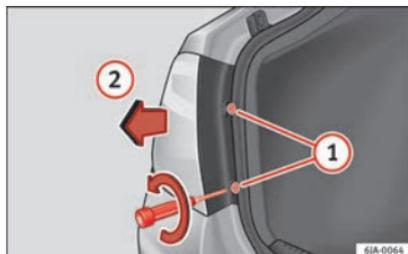

Fig. 97 Démontage du feu arrière sur l'aile.
- Avec le tournevis fourni ou une clé Torx 20 (T20), dévissez (en tournant dans le sens contraire des aiguilles d'une montre) et retirez les deux vis de fixation de la zone avant du feu » **fig. 97** ①, en prenant soin de ne pas les perdre.
- Tirez l'unité des feux arrière vers l'arrière (» **fig. 97** ②) jusqu'à ce qu'il soit possible de retirer le feu de son logement.